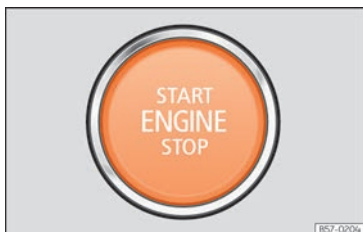

Fig. 83 En la parte inferior de la consola central: pulsador de arranque.
Al acceder al vehículo el pulsador de arranque »» **fig. 83** parpadea para llamar la atención sobre él.
- Presione el pulsador de arranque >>> fig. 83 sin pisar el acelerador. Para que el motor arranque debe haber una llave válida en el vehículo. Tras arrancar el motor la iluminación del pulsador START ENGINE STOP cambia a iluminación fija indicando que el motor está arrancado.